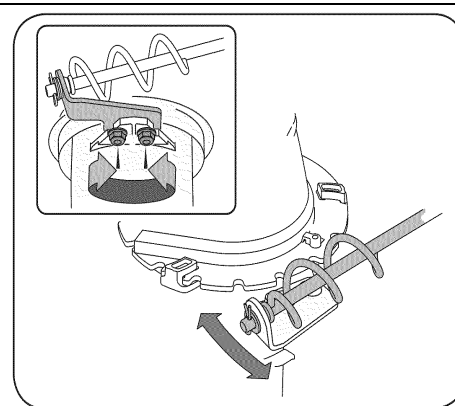

Рис. 21
1. Ослабьте две гайки, которые крепят кронштейн, и переставьте кронштейн (смотри рисунок 21).